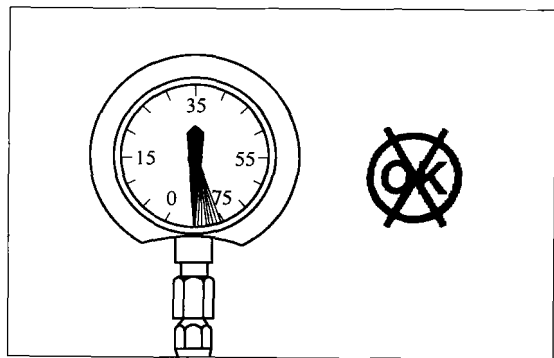

图 1-4 不要在发动机运行时松开任何管接头
② 高压泵、高压燃油管和燃油油轨中含有压力非常高的燃油, 不要在发动机运行时松开任何管接头, 见图 1-4。否则, 会造成人身伤害和财产损失。若需要松开管接头, 应在发动机熄火后至少等待 10min, 等到油压下降